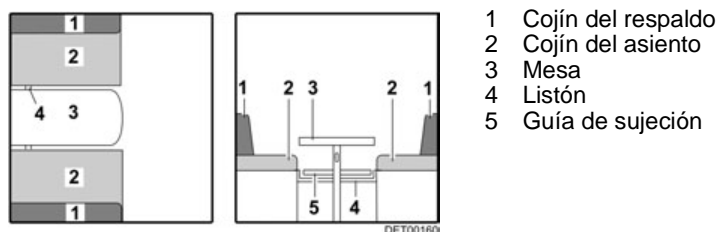

Fig. 77 Antes de la transformación
- Transformar la mesa (Fig. 77,3) en base de cama (véase apartado 7.7).
- Meter el listón (Fig. 77,4) o tirarlo hacia el centro. El listón está en la posición correcta si apoya el tablero de mesa directamente debajo de la pata de mesa.